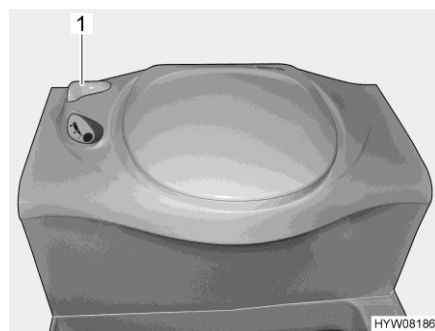

Bild 299 Thetford-toalett
- Öppna spjället på Thetford-toaletten före spolning. Därtill vrids spjällspaken (Bild 299,1) moturs.
- Efter spolning stängs spjället. Därtill vrids spjällspaken (Bild 299,1) medurs.